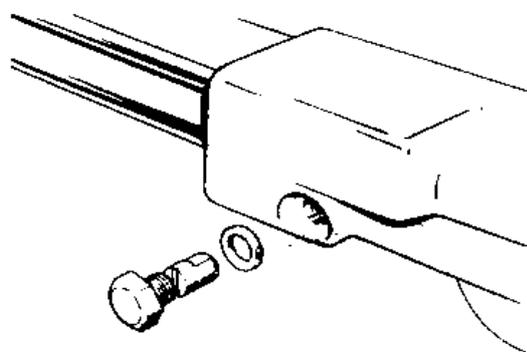

Рис.11.40. Выньте контрольные штифты корпусов подшипников (Разд.35)
13. Удалите контрольные штифты из корпусов подшипников (Рис.11.40) и при помощи молотка с резиновым бойком снимите корпуса подшипников с трубки рейки. При этом также освободится соединительная трубка.